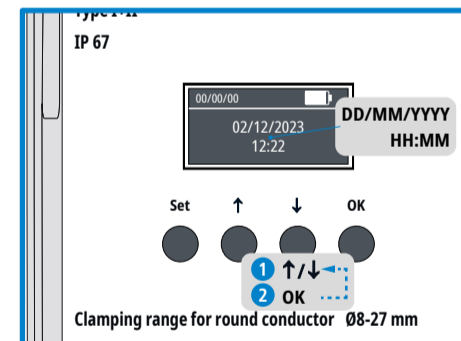

Fig. 7 Einstellung Datum / Uhrzeit
- Anschließend erscheint die Aufforderung zur Datumeinstellung (Fig. 7):